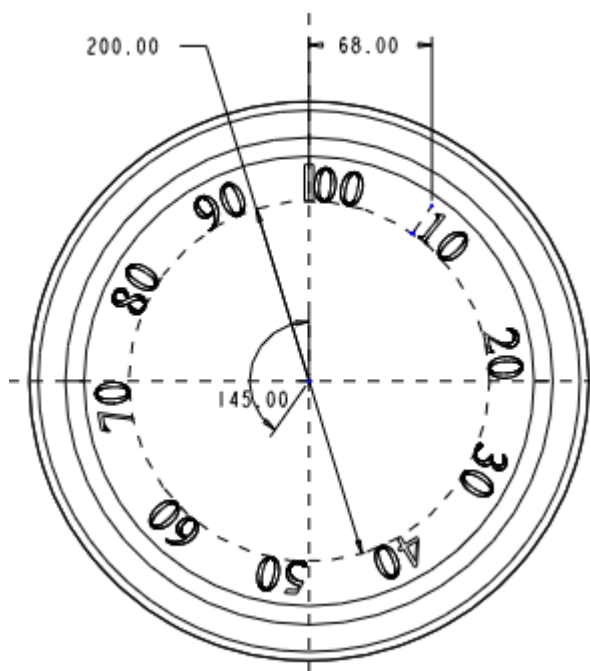

图 59-19
- (5) 选取绘制的结构圆，使文字沿该圆的边线放置，如图 59-19 所示。如果文字放置方向与图示不同，应单击【反向】按钮进行调整。
- (6) 单击【文本】对话框中的  按钮，完成文本的初步放置，按图 59-19 所示调整文本的尺寸。